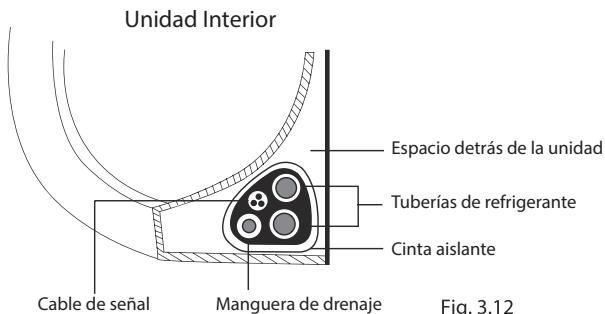

Fig. 3.12
- 1 Ate la manguera de drenaje, tuberías de refrigerante, y el cable de señal de acuerdo con la Fig. 3.12.
- 3 El uso de cinta aislante, envuelva el cable de señal, tuberías de refrigerante, y la manguera de drenaje con fuerza. Compruebe que todos los elementos se agrupan de acuerdo con la Fig. 3.12.